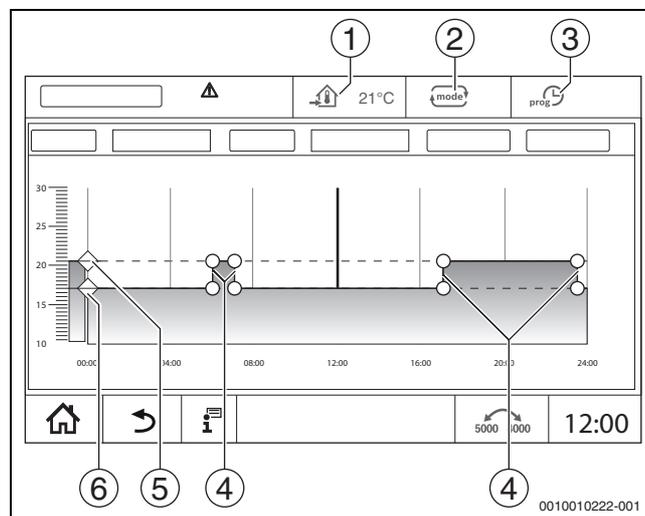

Bild 18 Automatik Absenkbetrieb im Zeitprogramm ändern
Für die Betriebsarten (→ Bild 18, [2], Seite 17) und die erweiterten Funktionen können jeweils eigene Temperaturen und Umschaltkriterien eingestellt werden. Die Einstellungen können für jeden Heizkreis und jede Betriebsart separat vorgenommen werden.
Der **Automatik Absenkbetrieb** wird über die Parameter in den Servicemenüs vordefiniert. Die Parameter lassen sich im Zeitprogramm ändern (→ Bild 18, [4], [6]).
- ▶ Temperaturen durch Verschieben der Punkte (→ Bild 18, [5], [6]) ändern.